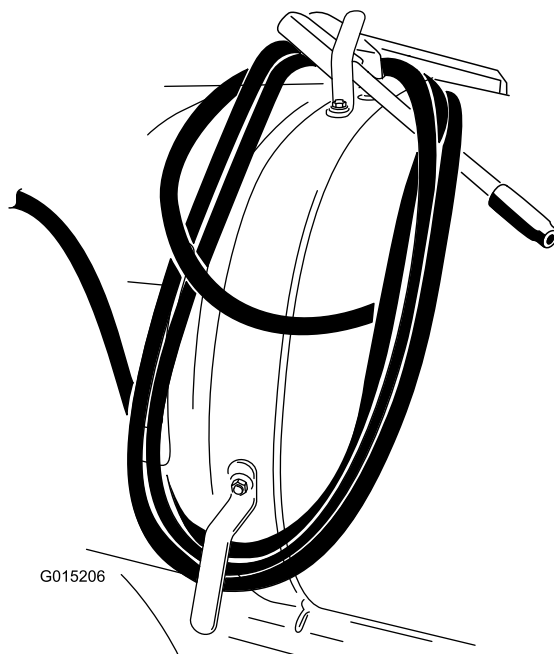

図 14
4. 図 14 のようにホースをフックに巻きつけ、ガンを固定する。